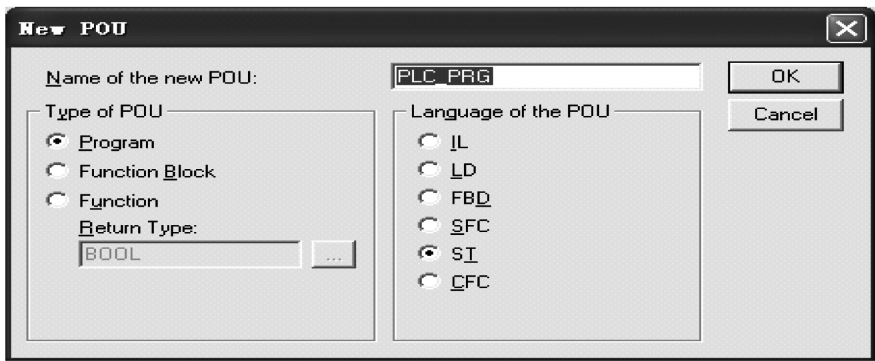

图 5-10 创建 PLC_PRG
- 3) 创建 PLC _ PRG 并选择编程语言 ST, 如图 5-10 所示。